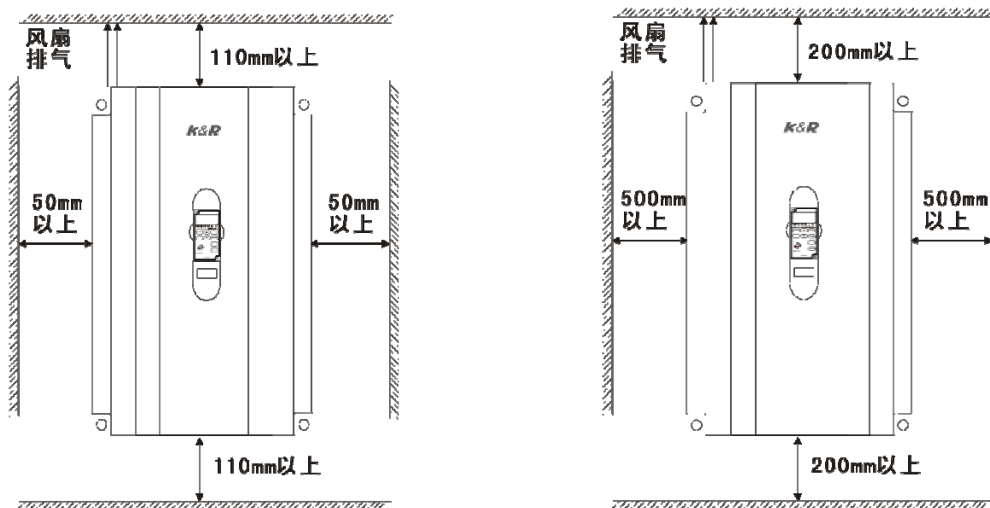

图 3-1 安装的间隔距离图
- (1) 一般情况下应立式安装, 卧式安装时会严重影响散热、必须降额使用。
- (2) 安装间隔及距离最小要求，如图 3-1 所示。